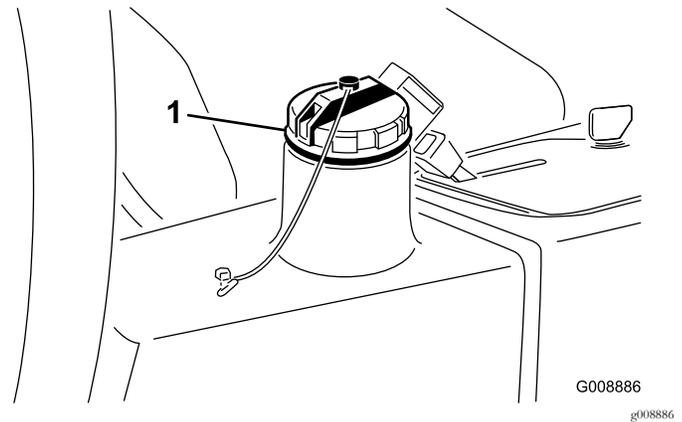

图42
2. 清洁液压油箱加油颈和油箱盖周围的区域图42并取下油箱盖。